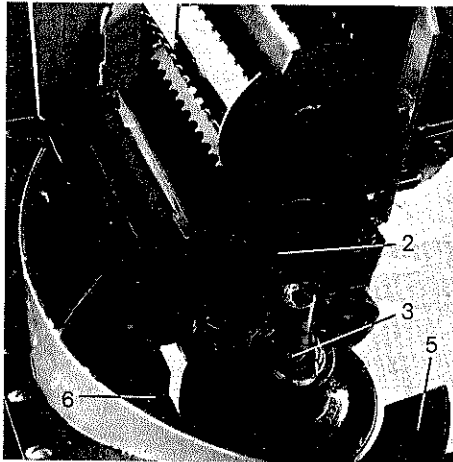
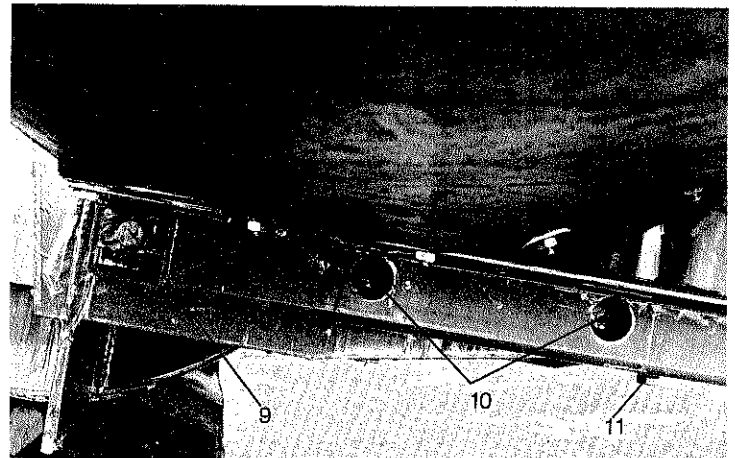

Abb. 22
Abb. 24
Der Abstand der Einzugswalze zur Getriebeplatte (2), Abb. 22, und zum Bogenblech (5), Abb. 22, 23, im Bereich (7) der Mähklinge darf nicht größer als 2 mm sein. Die Einstellung des Abstandes zur Getriebeplatte (2) erfolgt durch Ausgleichscheiben (3) unter der Einzugswalze. Die Abstandsveränderung zum Bogenblech (5) wird über den Einzugsrahmen vorgenommen.
Hierzu sind die Schrauben (6), Abb. 22, (9) und (10), Abb. 24 zu lösen. Mit der Stellschraube 11, Abb. 24, kann eine Höhenveränderung des Einzugsrahmens vorgenommen werden. Nach dem Einstellen alle Schrauben wieder anziehen.
Zur Verstellung sind die Schrauben (9) und (10), Abb. 24, zu lösen. Die Schweißnaht an der Scheibe unter der Schraube (9), Abb. 24, muß getrennt und abgeschliffen werden. Der Einzug läßt sich in Richtung der Schraubenreihe (9) und (10), Abb. 24, verschieben.
Anschließend sind alle Schrauben wieder fest anzuziehen. Die Scheibe hinter der Schraube (9), Abb. 24, muß wieder angeschweißt werden.